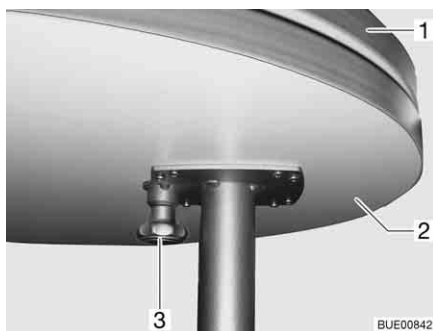
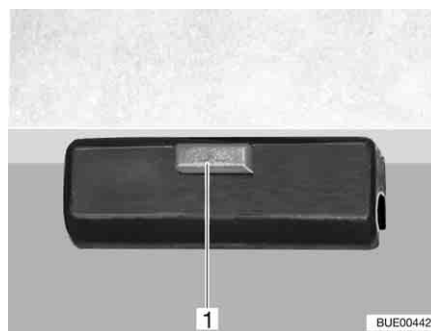

Bild 99 Utsvängbar bordsförlängning
Bild 100 Lås
- Dra knappen (Bild 99,3) till låset nedåt och fäll ut bordsförlängningen (Bild 99,2).
- Fäll in bordsförlängningen (Bild 99,2) under bordsskivan (Bild 99,1) så att det hörs att låset (Bild 100,1) hakar i.
- Lossa låset (Bild 100,1) på bordsskivan.